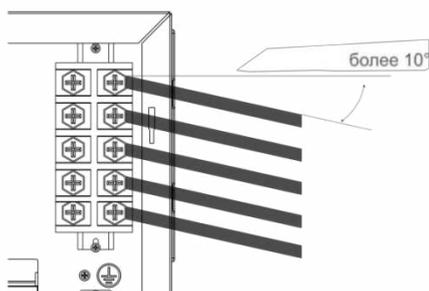

Рис. 12. Расположение сетевого кабеля
- Подключите кабель электропривода трехходового клапана к основной электронной плате согласно пункт 14 на Рис.12
- Подключите контакты датчика бойлера NTC к соответствующей клемме на основной плате управления согласно Рис.12 (пункты 10 и 11 на схеме, выбор места подключения осуществляется в зависимости от типа коннектора – 11 используется при отсутствии коннектора, 10 для подключения через клемму).